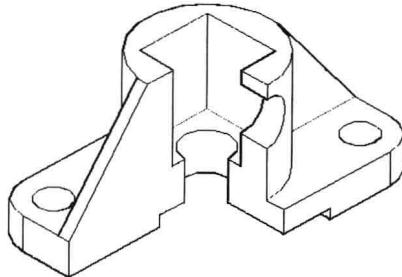

图 9-6-14
(22) 在“实体编辑”面板中单击“差集”按钮 \ominus ，单击组合实体，按Enter键；单击长方体，按Enter键，差集运算后得到的组合实体的半剖截面，观察内部结构，如图9-6-14所示。